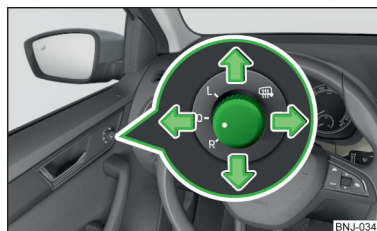

Fig. 68
- » Per la **regolazione** della superficie dello specchietto muovere la manopola in direzione delle frecce » fig. 68.
La manopola può essere spostata nelle seguenti posizioni per gli specchietti a regolazione elettrica » fig. 68.